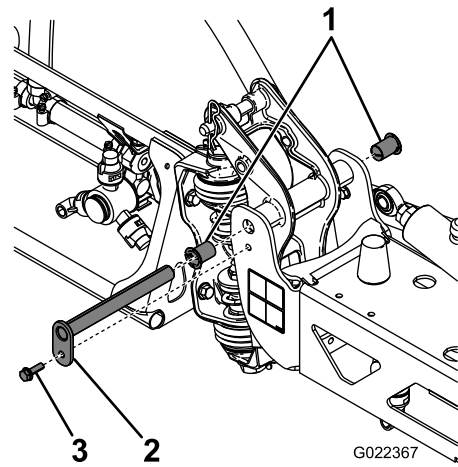

Bild 46
3. Wenn das Gewicht des Auslegers abgestützt ist, nehmen Sie die Schraube und die Mutter ab, mit denen der Lagerbolzen am Ausleger befestigt ist (Bild 46).
6. Nehmen Sie die Nylonbüchsen vorne und hinten an der Schwenkhalterung ab und prüfen Sie sie (Bild 46).
8. Montieren Sie den Ausleger und die Schwenkhalterung im mittleren Rahmen und richten die Öffnungen aus (Bild 46).